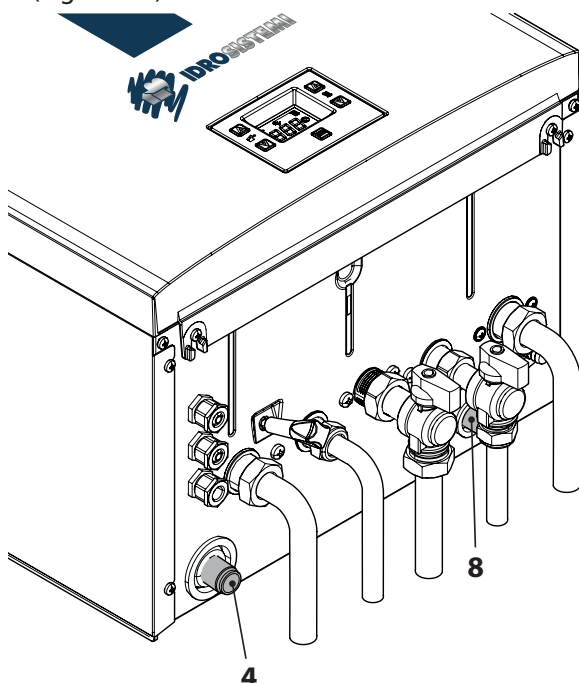

Figura 5.4
- Collegare lo scarico della valvola di sicurezza 8 (Figura 5.4) ad un imbuto di scarico.
- Inserire il tubo flessibile di scarico condensa 4 (Figura 5.4) all'interno del condotto di scarico condensa domestico o nell'imbuto di scarico della valvola di sicurezza, qualora lo scarico sia idoneo a ricevere condensa acida.